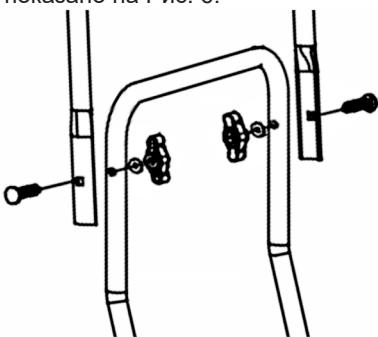

Рис. 6 Установка верхней части рабочей рукоятки
- Установите верхнюю часть рукоятки. Совместите отверстия в верхней и нижней части рукояток и закрепите верхнюю часть рабочей рукоятки на нижней с помощью болтов и гаек, как показано на Рис. 6.